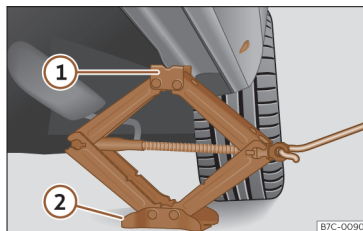

Fig. 239 Longarina: colocação do macaco do veículo.
- Rode a manivela do macaco, colocado por baixo do ponto de apoio da longarina, para levantá-lo até que o ressalto ① >>> **Fig. 239** se encontre por baixo do alojamento previsto.
- Alinhe o macaco de forma a que a patilha ① «encaixe» no alojamento previsto da longarina e que a placa base móvel ② fique apoiada no chão. A placa base ② deve ficar colocada na vertical relativamente ao ponto de apoio ①.